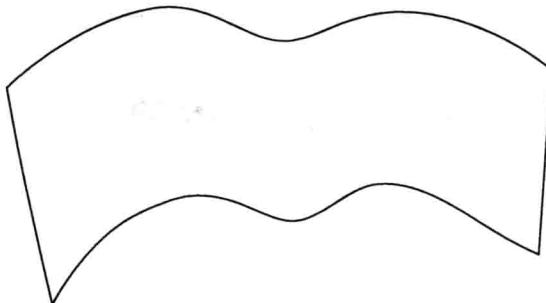

图 1-7 金属板表面局部凹陷
**案例二：**如图 1-7 所示，金属板表面产生局部凹陷。